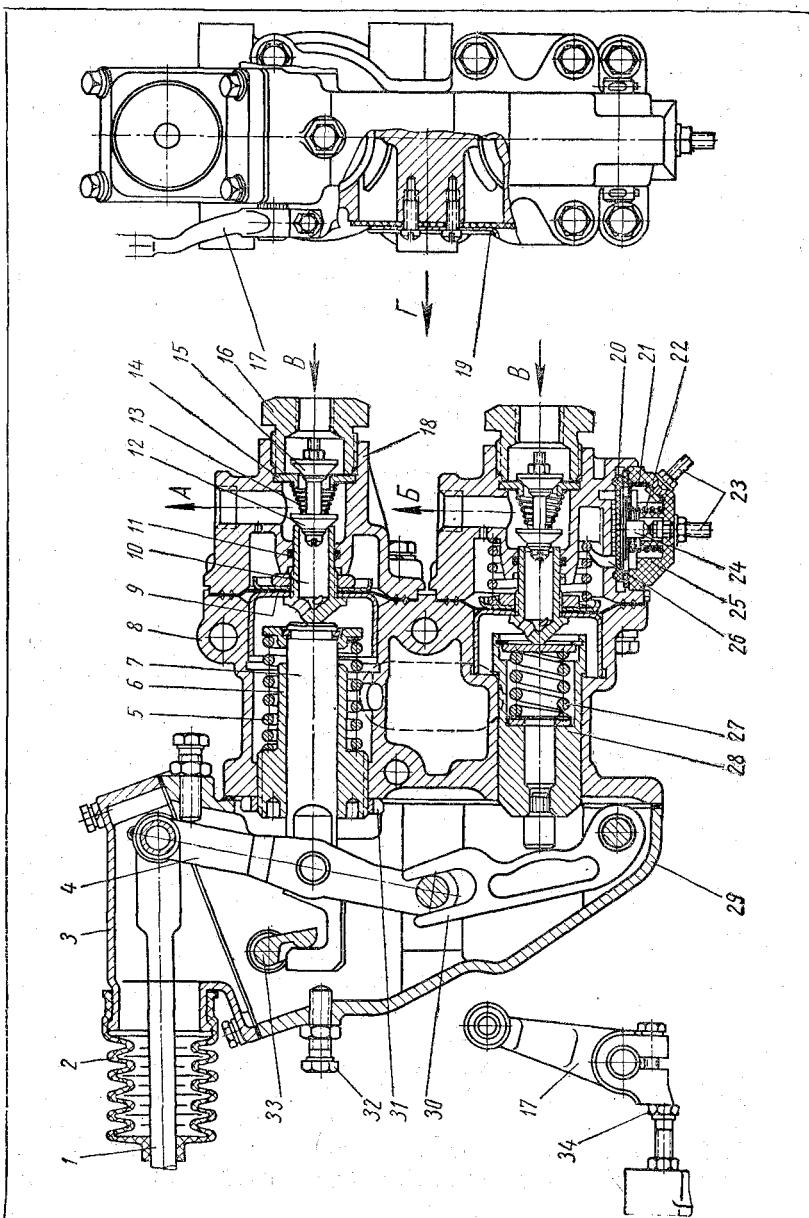
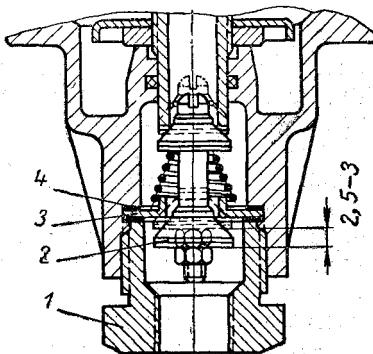

Рис. 69. Тормозной кран (комбинированный); стрелками указано направление воздуха:
Рис. 70. Регулировка хода клапана тормозного крана:
**Тормозной кран.** На автомобиль установлен комбинированный тормозной кран (рис. 69), имеющий два следящих механизма с эластичными диафрагмами из специальной прорезиненной ткани и конические резиновые клапаны. Комбинированный тормозной кран предназначен для синхронного управления тормозами автомобиля и прицепа или полуприцепа, при этом он обеспечивает торможение прицепа или полуприцепа несколько ранее автомобиля-тягача.
При установке конических клапанов необходимо проверить и, если надо, отрегулировать при помощи прокладок величину открытия клапанов, которая при полном ходе рычага должна быть 2,5—3 мм (рис. 70).
Величину открытия впускного клапана можно измерить следующим образом: отсоединить трубопровод, подводящий воздух от воздушного баллона к тормозному крану, вывернуть из пробки 1 соединительный штуцер, нажать до отказа педаль тормоза, если тормозной кран снят с автомобиля, подтянуть за рычаг тормозного крана (см. рис. 69) и линейкой или глубиномером через отверстие в пробке 1 (штуцера) (см. рис. 70) измерить ход впускного клапана.
Регулировка производится в следующем порядке: снять корпус рычагов 30 (см. рис. 69), ослабить контргайку направляющей штока, вращая направляющую штока 6, установить давление воздуха, подаваемого в магистраль прицепа, в пределах  $4,8-5,3 \text{ кГ/см}^2$  (при вывинчивании направляющей штока давление уменьшается, при ввинчивании — увеличивается). Затем завернуть контргайку и поставить на место корпус рычагов (обязательно поставить картонную уплотняющую прокладку).